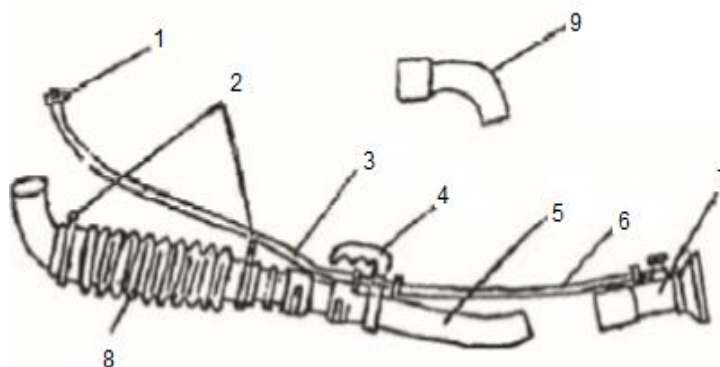

Figura 4
d) Conecte el tubo de pulverización al fumigador como se muestra en la figura 4.